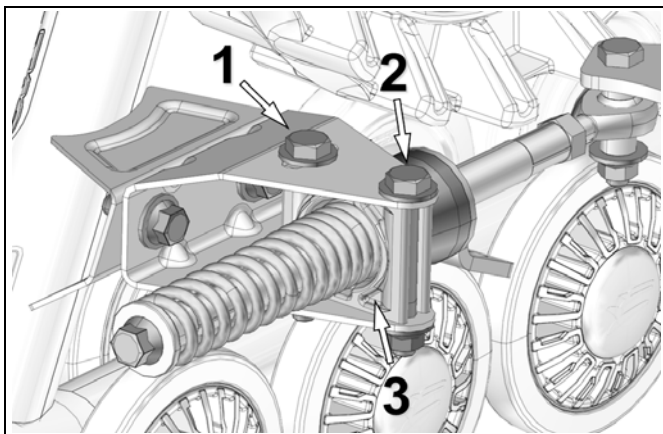

Abbildung 13
- Schrauben (1) und (2) des Verdrehsicherungsbügels lösen, damit die Verdrehsicherungs-Halterung (3) auf ihrer Achse gedreht werden kann. Siehe Abbildung 13.